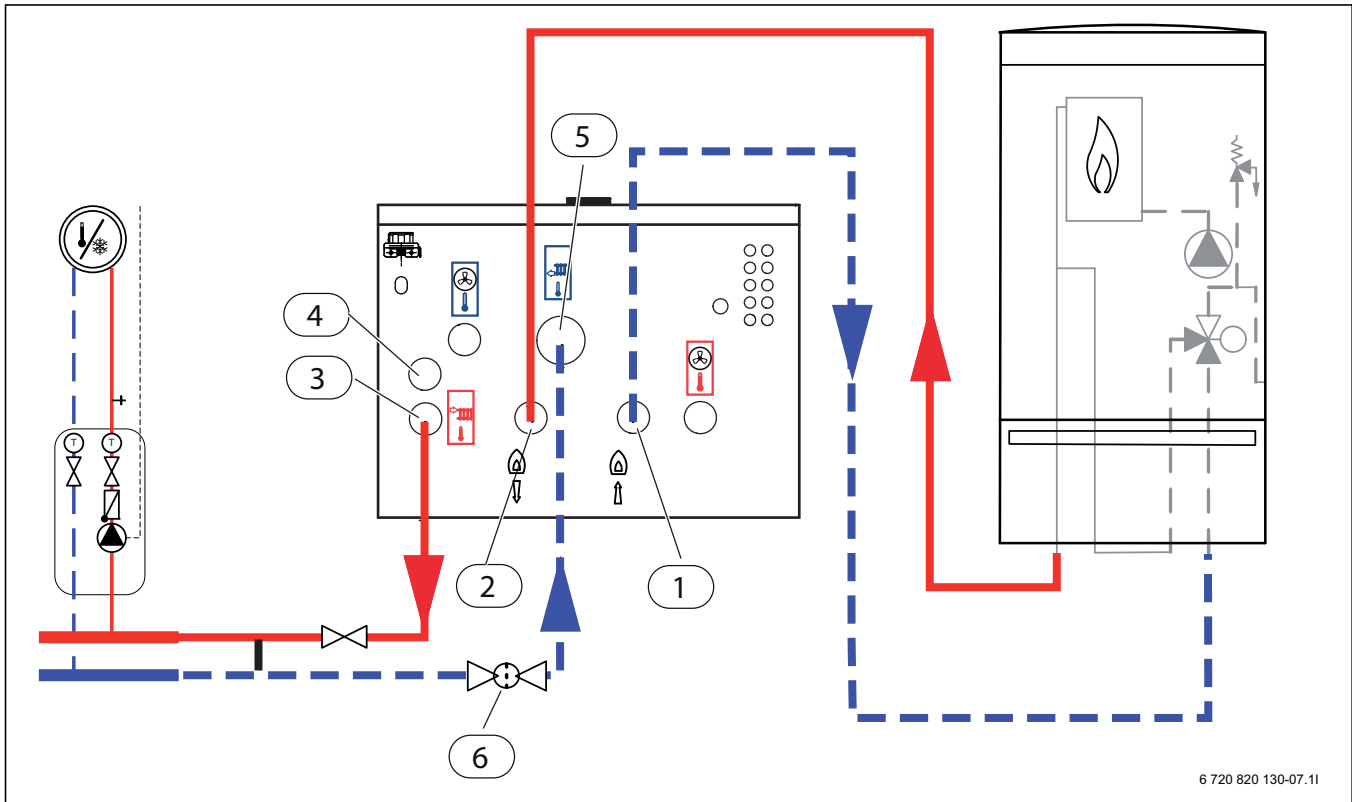

Bild 18 Anslutning av värmepumpsmodul med shunt för externt tillskott till värmesystem och tillskott
- ▶ Dra spillvattenslangen från [4] Bild 18 nedåt till en frostfri avrinning.
- ▶ Anslut framledning från externt tillskott till [2] Bild 18.
- ▶ Anslut framledning till värmesystemet till [3] Bild 18.
- ▶ Anslut returledning till externt tillskott till [1] Bild 18.
- ▶ Anslut returledning från värmesystemet till [5] Bild 18.